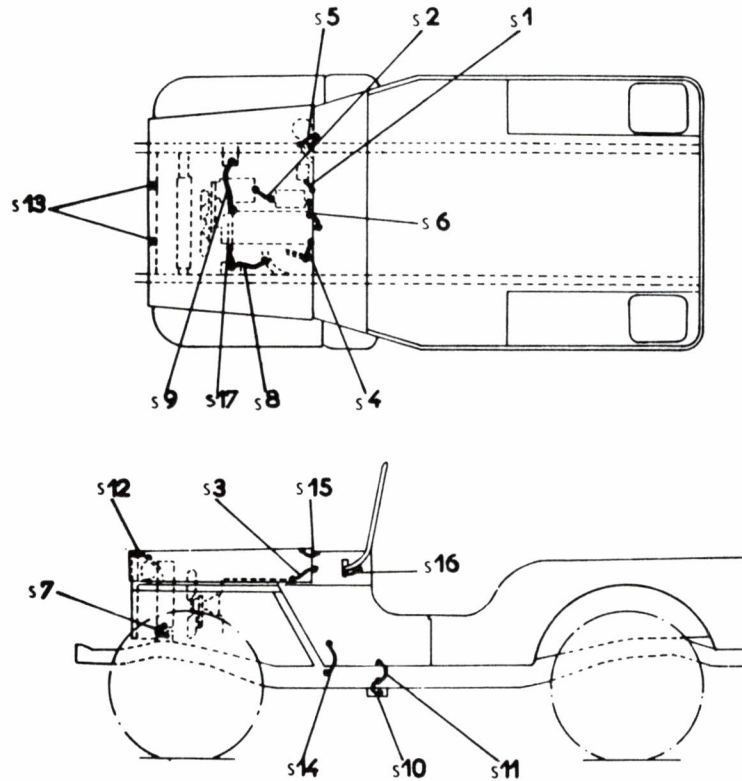

Figure 94. — Disposition des tresses d'antiparasitage et de masse
D. Mises à la masse (voir fig. 94).
1) Vérifier et serrer les tresses d'antiparasitage de la carrosserie (fig. 94).
2) Vérifier et resserrer toutes les rondelles-frein (fig. 94).
Les branchements de mise à la masse (fig. 94) doivent être propres et serrés. Les surfaces étamées doivent être propres (ne pas les recouvrir de peinture). Les rondelles freins (denture interne-externe) qui assurent le contact doivent être placées entre les pièces à mettre à la masse.